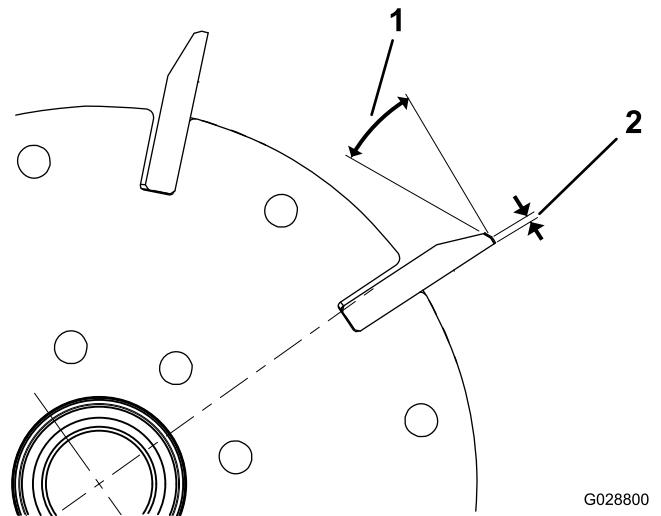

図 25
- 全部のリール刃に 30° の角度で2番削りを行つて、ランド部の幅を 1.3 mm にしてください 図 25。